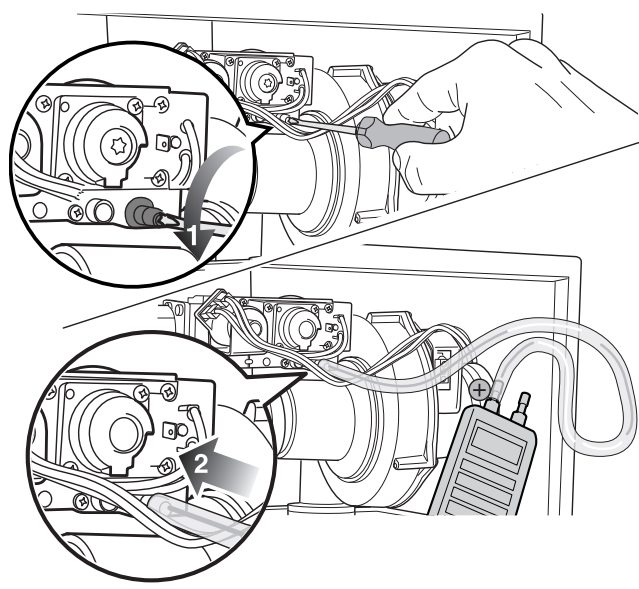

Fig. 82 Kontrol af gas-/luftforholdet
- Løsn låseskruen på måleniplen til brændertrykket 2 omdrejninger (fig. 82, pos. 1).
- Forbind trykmåleapparatets plustilslutning med en slange med måleniplen til brændertrykket (fig. 82, pos. 2).